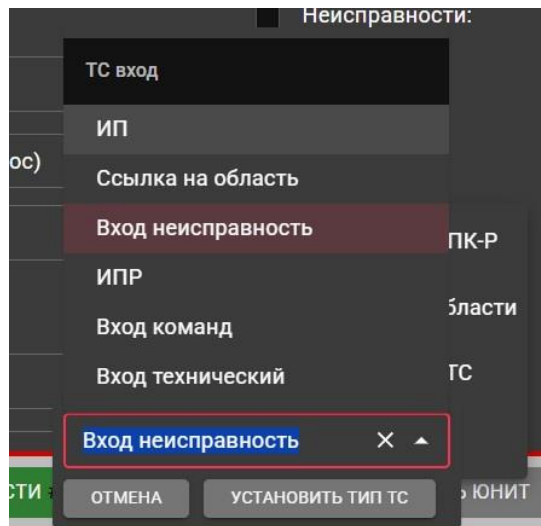

Рисунок 68
7. При нажатии на значок  появляется выпадающий список с возможными типами ТС (Рис. 68): «ИП», «Ссылка на область», «вход неисправность», «ИПР», «вход команд» и «вход технический». По умолчанию стоит тип ТС **вход неисправность**.